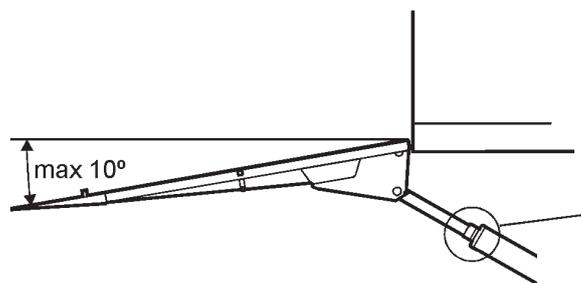

Figura 42. El ángulo de basculamiento hacia abajo se debe ajustar en 10° como máximo
1. Realizar una operación de elevador hacia arriba para que el puente llegue a la plataforma. Figura 42.
3. Inclinar el puente hacia abajo, hasta 10 grados como máximo por debajo de la horizontal. Figura 42.